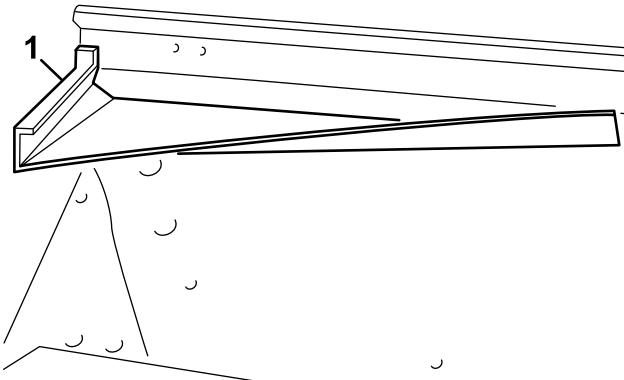
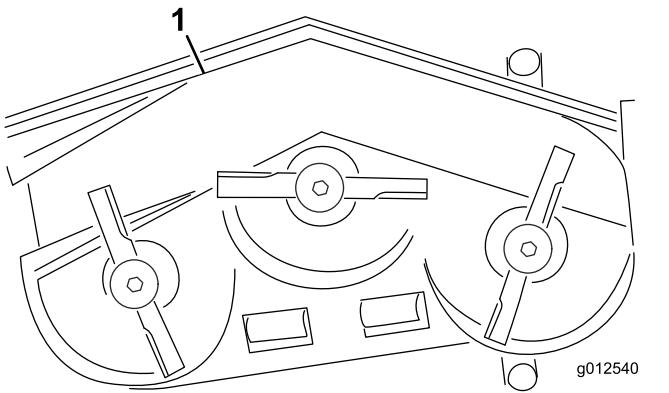
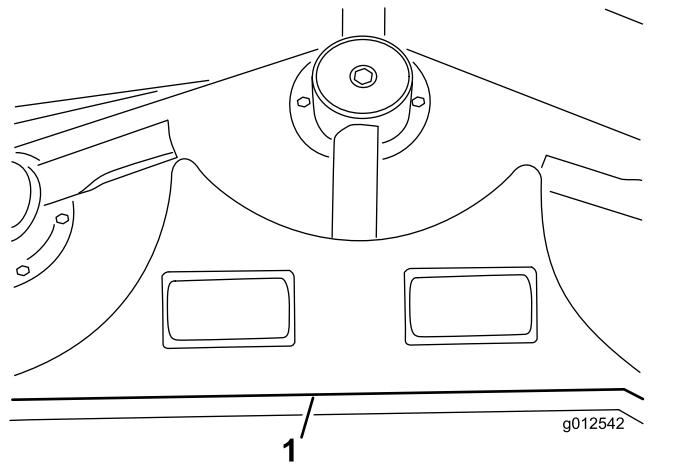
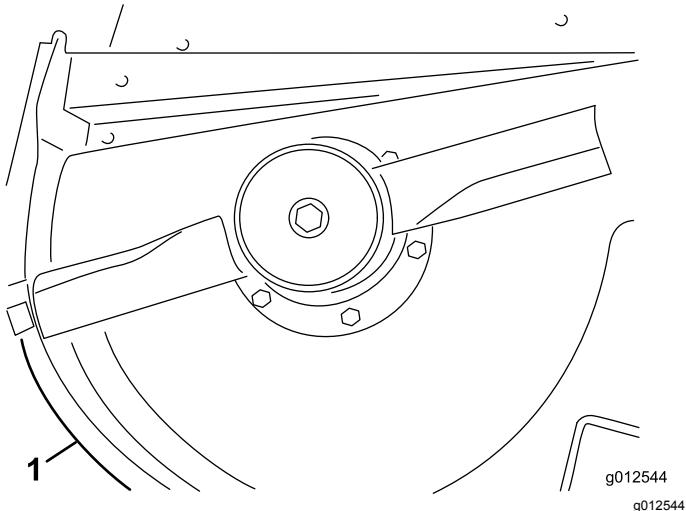

図 11
図 12
図 14
図 16
1. 前デフレクタをデッキにセットするデフレクタの後部を排出口に合わせてセットする図 11と図 12。
8. デッキの既存の穴に後シェルフを取りつけるボルト $\frac{3}{8}$ -16 x 1" 4本とロックワッシャ $\frac{3}{8}$ "を使用する 図 14。
9. 左シェルフを、後シェルフの左端とデッキのエッジに合わせてセットする 図 12 と 図 14。
11. 右シェルフを、後シェルフの右端とデッキのエッジに合わせてセットする 図 12 と 図 16。左シェルフを型紙として、デッキに直径 7.1mm の穴を 3つ開ける。